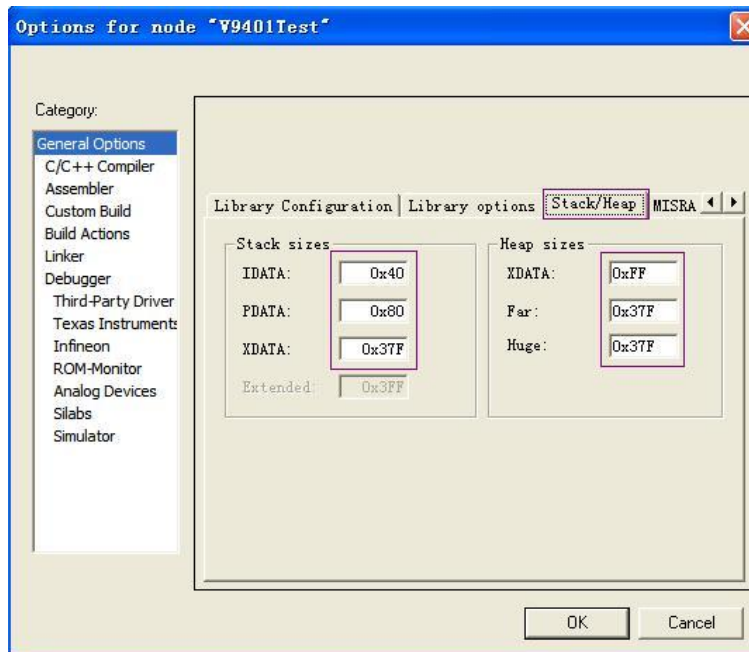

图 4 设置 Stack/Heap 选项卡
6.2 如图 4 所示进行 **Stack/Heap** 选项卡设置：**Stack sizes** 根据代码使用的栈的情况进行调整；**Heap sizes** 因芯片型号而异。